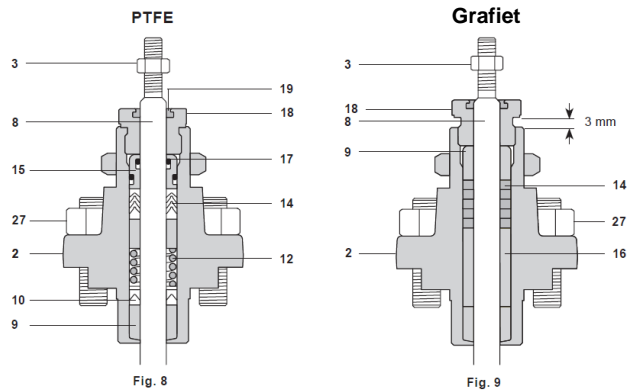

Fig. 10
- Verwijder de borgmoer (3) en maak de pakkingmoer (18) los.
- Verwijder klep en klepsteel (8).
- Verwijder de pakkingmoer (18).
- Verwijder het bovenste stelliet lager (9). Verwijder de klepsteelpakking (14) in grafiel. Verwijder het tussenstuk en onderste lager (16). Reinig en onderzoek alle onderdelen. Vervang onderdelen bij de kleinste beschadiging.
- **Noot:** het onderste lager moet gemonteerd worden met de afgeronde rand naar beneden gericht. De groef in de grafielringen moet telkens over 90° verdraaid worden (fig. 10).
- Verwijder de kooi (5) en zitting (6).
- Verwijder de pakking van de zitting (7).
- Plaats een nieuwe pakking (7) van de zitting in de uitsparing van het huis. Plaats de zitting (6).
- Plaats de kooi (5) terug. Zorg ervoor dat de doorstroomopeningen naar beneden zijn gericht en dat de kooi recht op de zitting zit zonder tegen het huis te leunen.